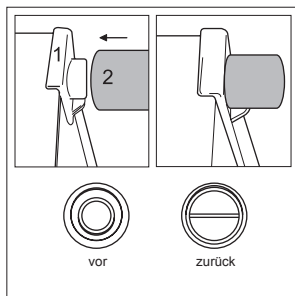

Abbildung 1. Montage der Stopper
- Befestigen Sie die Stopper an den oberen Ecken der Kühlschrankrückwand, wie in Abbildung 1 gezeigt. Die Stopper befinden sich im Türkorb des Kühlfachs. (nur bei bestimmten Modellen)